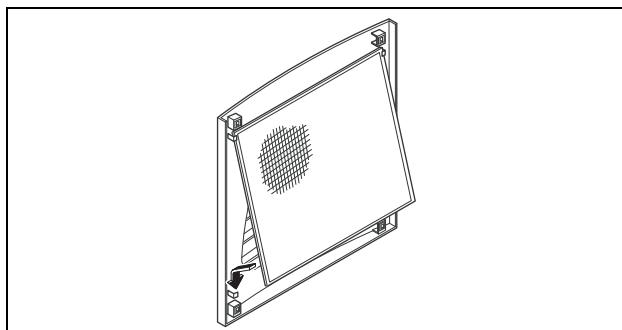

Imagen 26: Montaje de la estera filtrante
- Introduzca la estera filtrante, según se muestra en la imagen 26, en la rejilla y vuelva a insertarla en la caja.